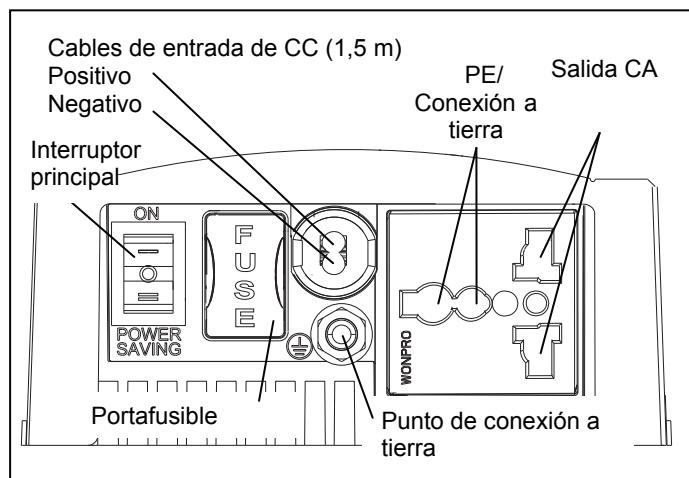

Figura 7: Vista general de las conexiones
- Conexión a tierra del chasis: Use un cable AWG8 / 6 mm² para la TOMA DE TIERRA (figura 7) a la conexión a tierra central.
-  ¡El conector neutral N de la salida de CA (figura 7) NO está conectado a la toma de tierra!
3. Voltaje de CA: la carga puede conectarse directamente a la salida de CA (figura 7).